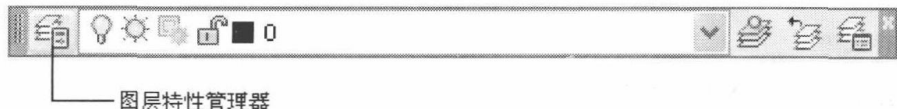
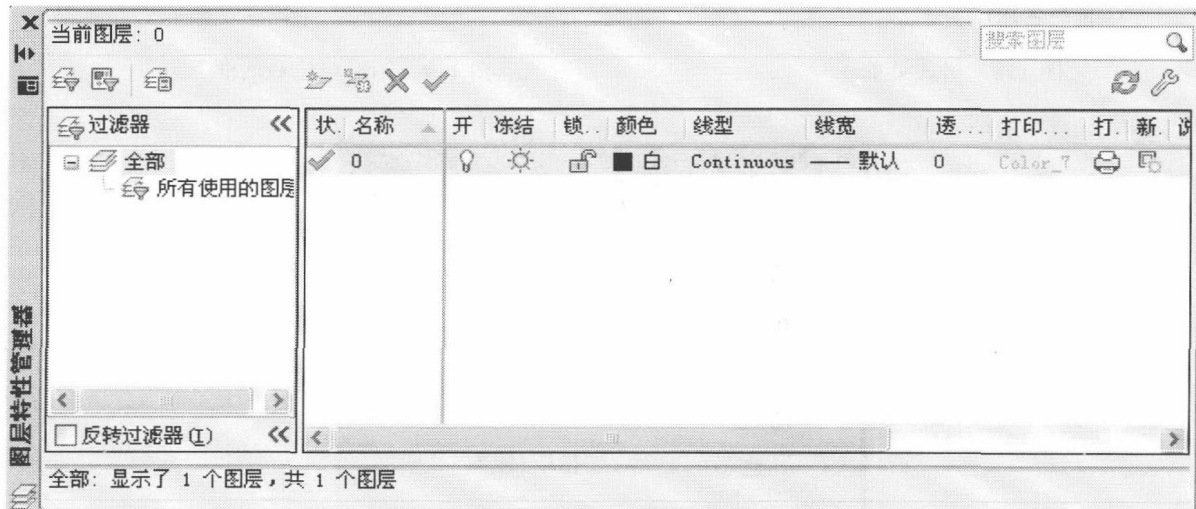

图 1-12 图层工具栏
图 1-13 图层特性管理器选项板
1. 如图 1-12 所示，在图层工具栏上单击图层特性管理按钮，系统弹出“图层特性管理器”选项板，如图 1-13 所示。